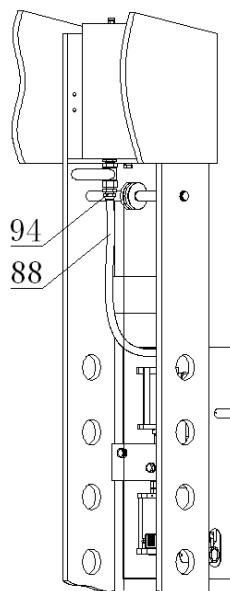

Figura 3
Conecte el tubo de aceite (88) en la conexión de 1/2" (94) (vea Figura 3). Una vez que el tubo de aceite está conectado, abra la válvula del depósito de aceite para permitir el flujo de aceite y comprobar si hay fugas.